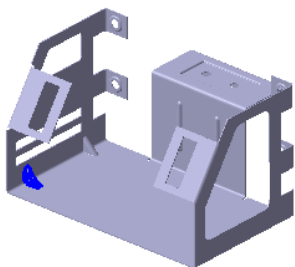

图 8.9.64 加固板特征 2
Step31. 创建图 8.9.64 所示的加固板特征 2。
(1) 选择命令。在“主页”功能选项卡中“钣金”工具栏中单击 按钮，选择 加固板命令。
(2) 定义加固板轮廓形状。在“加固板”命令条中单击 按钮，在“加固板选项”对话框 区域选中 自动轮廓(A) 单选项；在“深度(D)”文本框中输入值 10；在 区域选中 倒圆(N) 单选项。
(3) 定义加固板参数及倒圆。在“加固板选项”对话框中的 文本框中输入值 0，